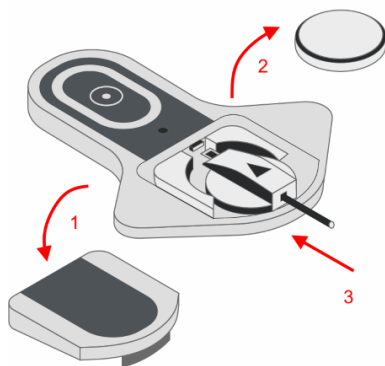

Abbildung 12 – Gerätstecker des Download-Kabels mit dem Rekorder verbinden
Öffnen Sie die Batteriefachabdeckung des Geräts (1) und entnehmen Sie die Batterie (2). Verbinden Sie den Gerätstecker des Download-Kabels mit der Buchse (Bild) des Rekorders (3), wie in (Abbildung 12) dargestellt.